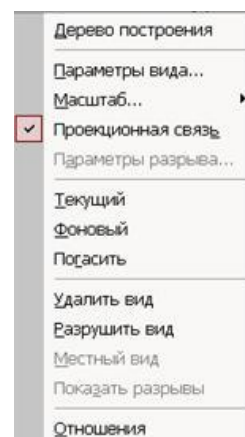

Рисунок 62 -Контекстное меню редактирования вида
2. Щелкнуть правой клавишей мыши внутри габаритной рамки для вызова контекстного меню (рис.62).